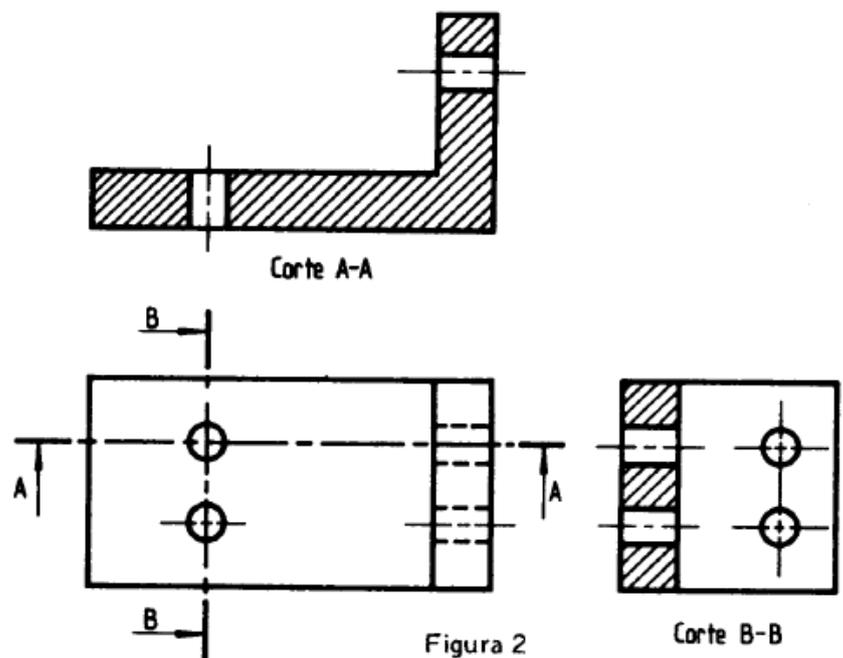

Figura 2
**3.3 Corte longitudinal.** El que se obtiene en cuerpos o piezas según la mayor medida de los mismos (corte A-A de la figura 2). Si el cuerpo o pieza es de revolución, el plano de corte pasa por su eje longitudinal (fig. 3).
**3.4 Corte transversal.** El que se obtiene en cuerpos o piezas, según una de sus medidas menores (corte B-B de la figura 2). Si el cuerpo o pieza es de revolución, el plano de corte es perpendicular al eje longitudinal (fig. 3 a).